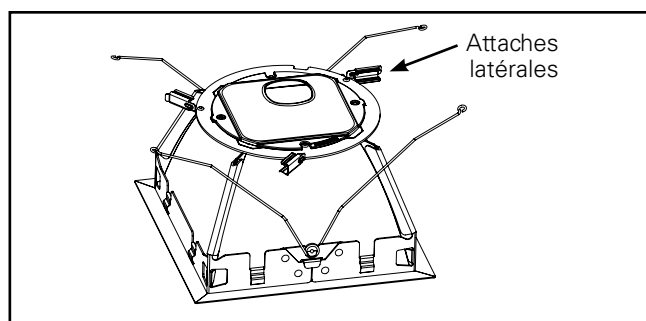

Figure 4.
- Retirez l'assemblage de la garniture de l'emballage protecteur et tournez les attaches latérales (3) vers l'extérieur. (Figure 4).